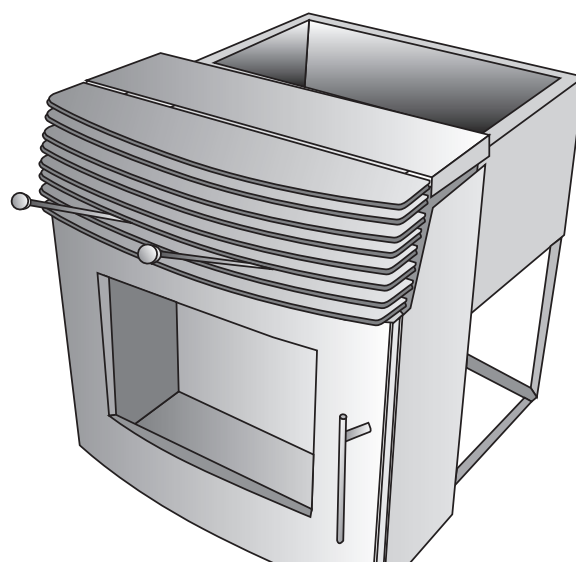

Fig. 13: raspadores accionados
- Empujar los raspadores en dirección de la chimenea insertable con la puerta cerrada (Fig. 13).
- Tire los raspadores hacia usted con la puerta cerrada (Fig. 13).